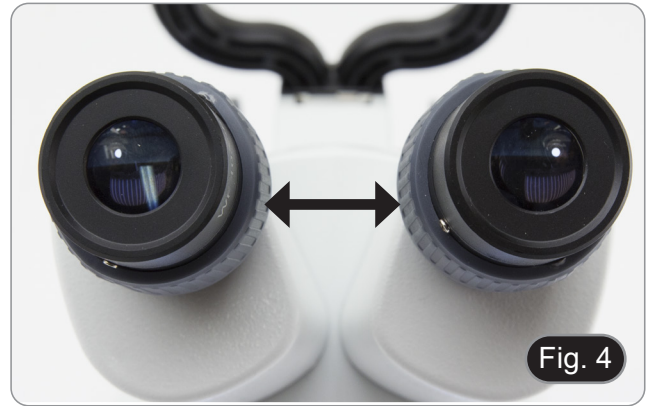

Fig. 4
- Si se observan dos circunferencias superpuestas significa que la distancia interpupilar es demasiado cercana. (Fig. 4)